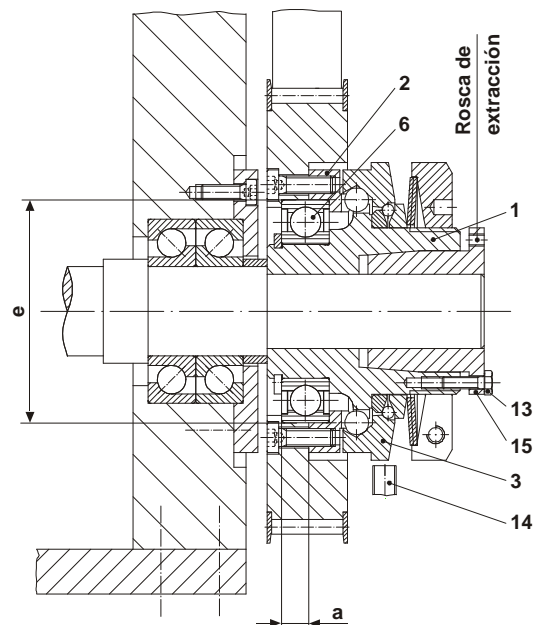

Figura 3 (Tipo 490.614.0)
Montaje de los elementos de toma de fuerza (Figura 3)
Para evitar un desplazamiento axial del elemento de toma de fuerza (brida de presión (2)) en dirección a la placa de presión (3) durante la liberación, se debe prestar atención a que el apoyo del elemento de toma de fuerza se lleve a cabo como rodamiento fijo (Figura 3).
Tenga en cuenta las medidas de conexión "a" y "e" para los elementos de toma de fuerza (Figura 3 y Tabla 12).